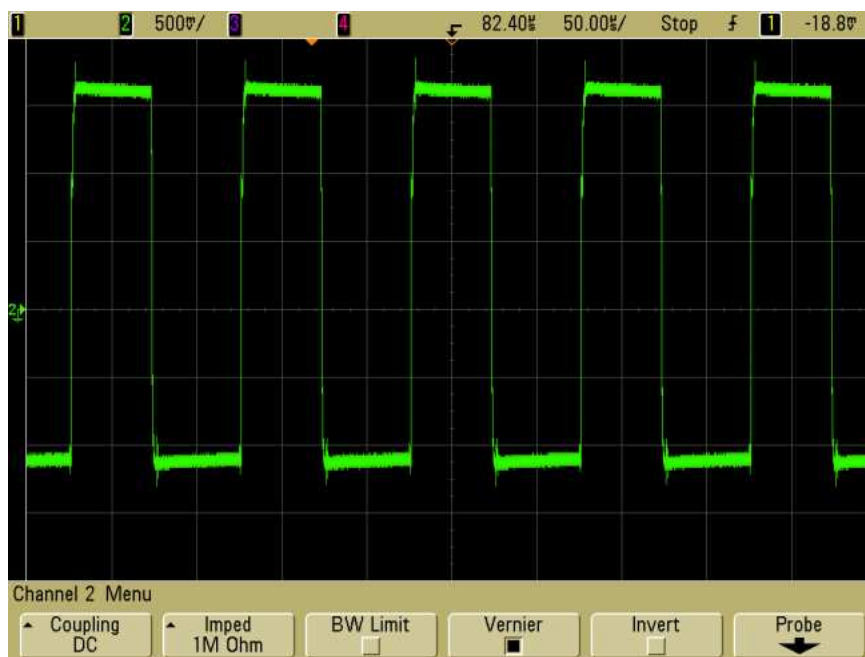

Рис. 4.19. Осциллограмма управления IGBT-модулем (50 мкс/дел; 5 В/дел).
4.8.12. Примерный вид осциллограммы представлен на рис. 4.19. У исправного канала: